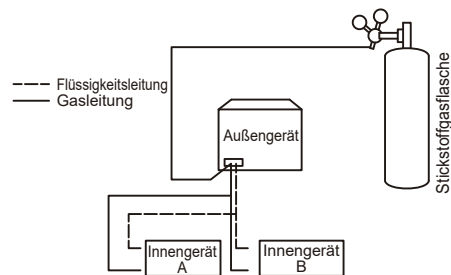

Abb. 5.38
4. Verwenden Sie Blindstopfen, um alle flüssigkeits- (und gas-)seitigen Öffnungen zu verschließen, mit Ausnahme der Öffnung am Innengerät, die am weitesten von den Außengeräten entfernt ist ("Innengerät A" in Abb. 5.38).